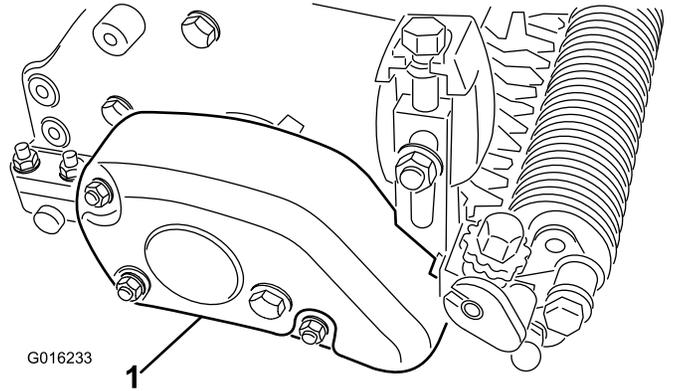

Figure 29
1. Enlevez le couvercle de courroie du boîtier du groomer (Figure 29).